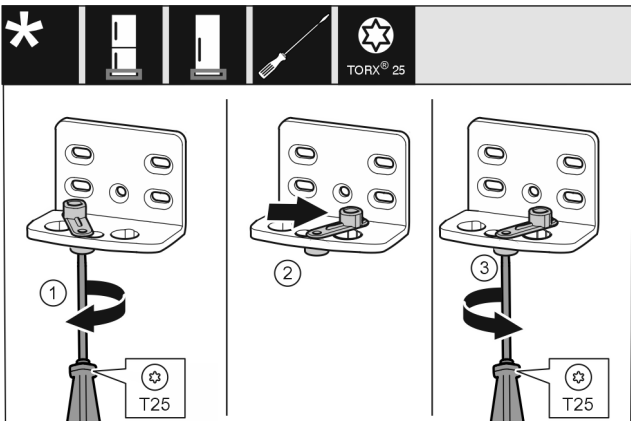

Fig. 13
- Schraube Fig. 13 (1) mit Schraubendreher lose schrauben.
- Türschließhilfe Fig. 13 (2) anheben und um 90° nach rechts in Bohrung drehen.
- Schraube Fig. 13 (3) mit Schraubendreher festschrauben.